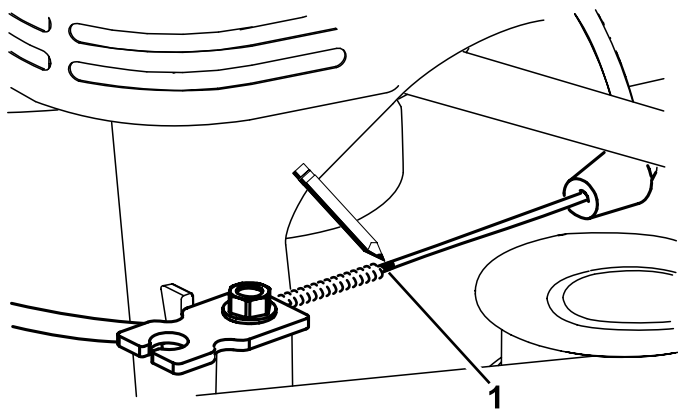
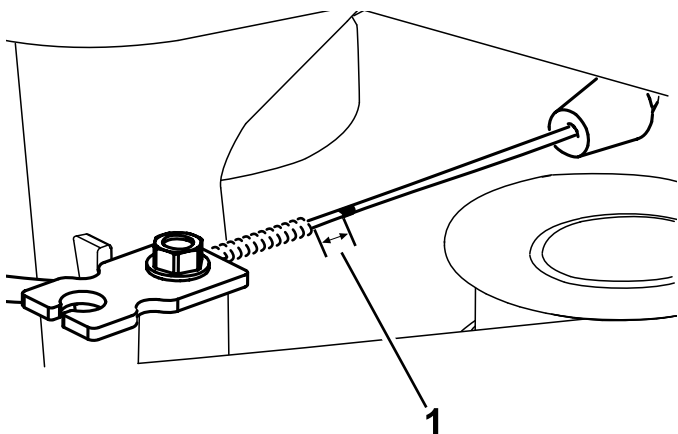

Bild 45
Bild 46
7. Markieren Sie den Bremszug (Bild 45) und stellen Sie dann den Mantel ein, bis das Spiel ca. 11 mm ist (Bild 46).